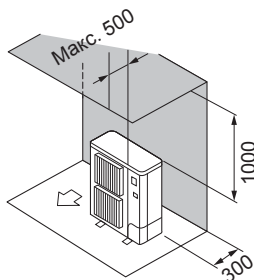

Fig. 2-4
- ② Окружающие предметы - только сзади и сверху (Fig. 2-4)